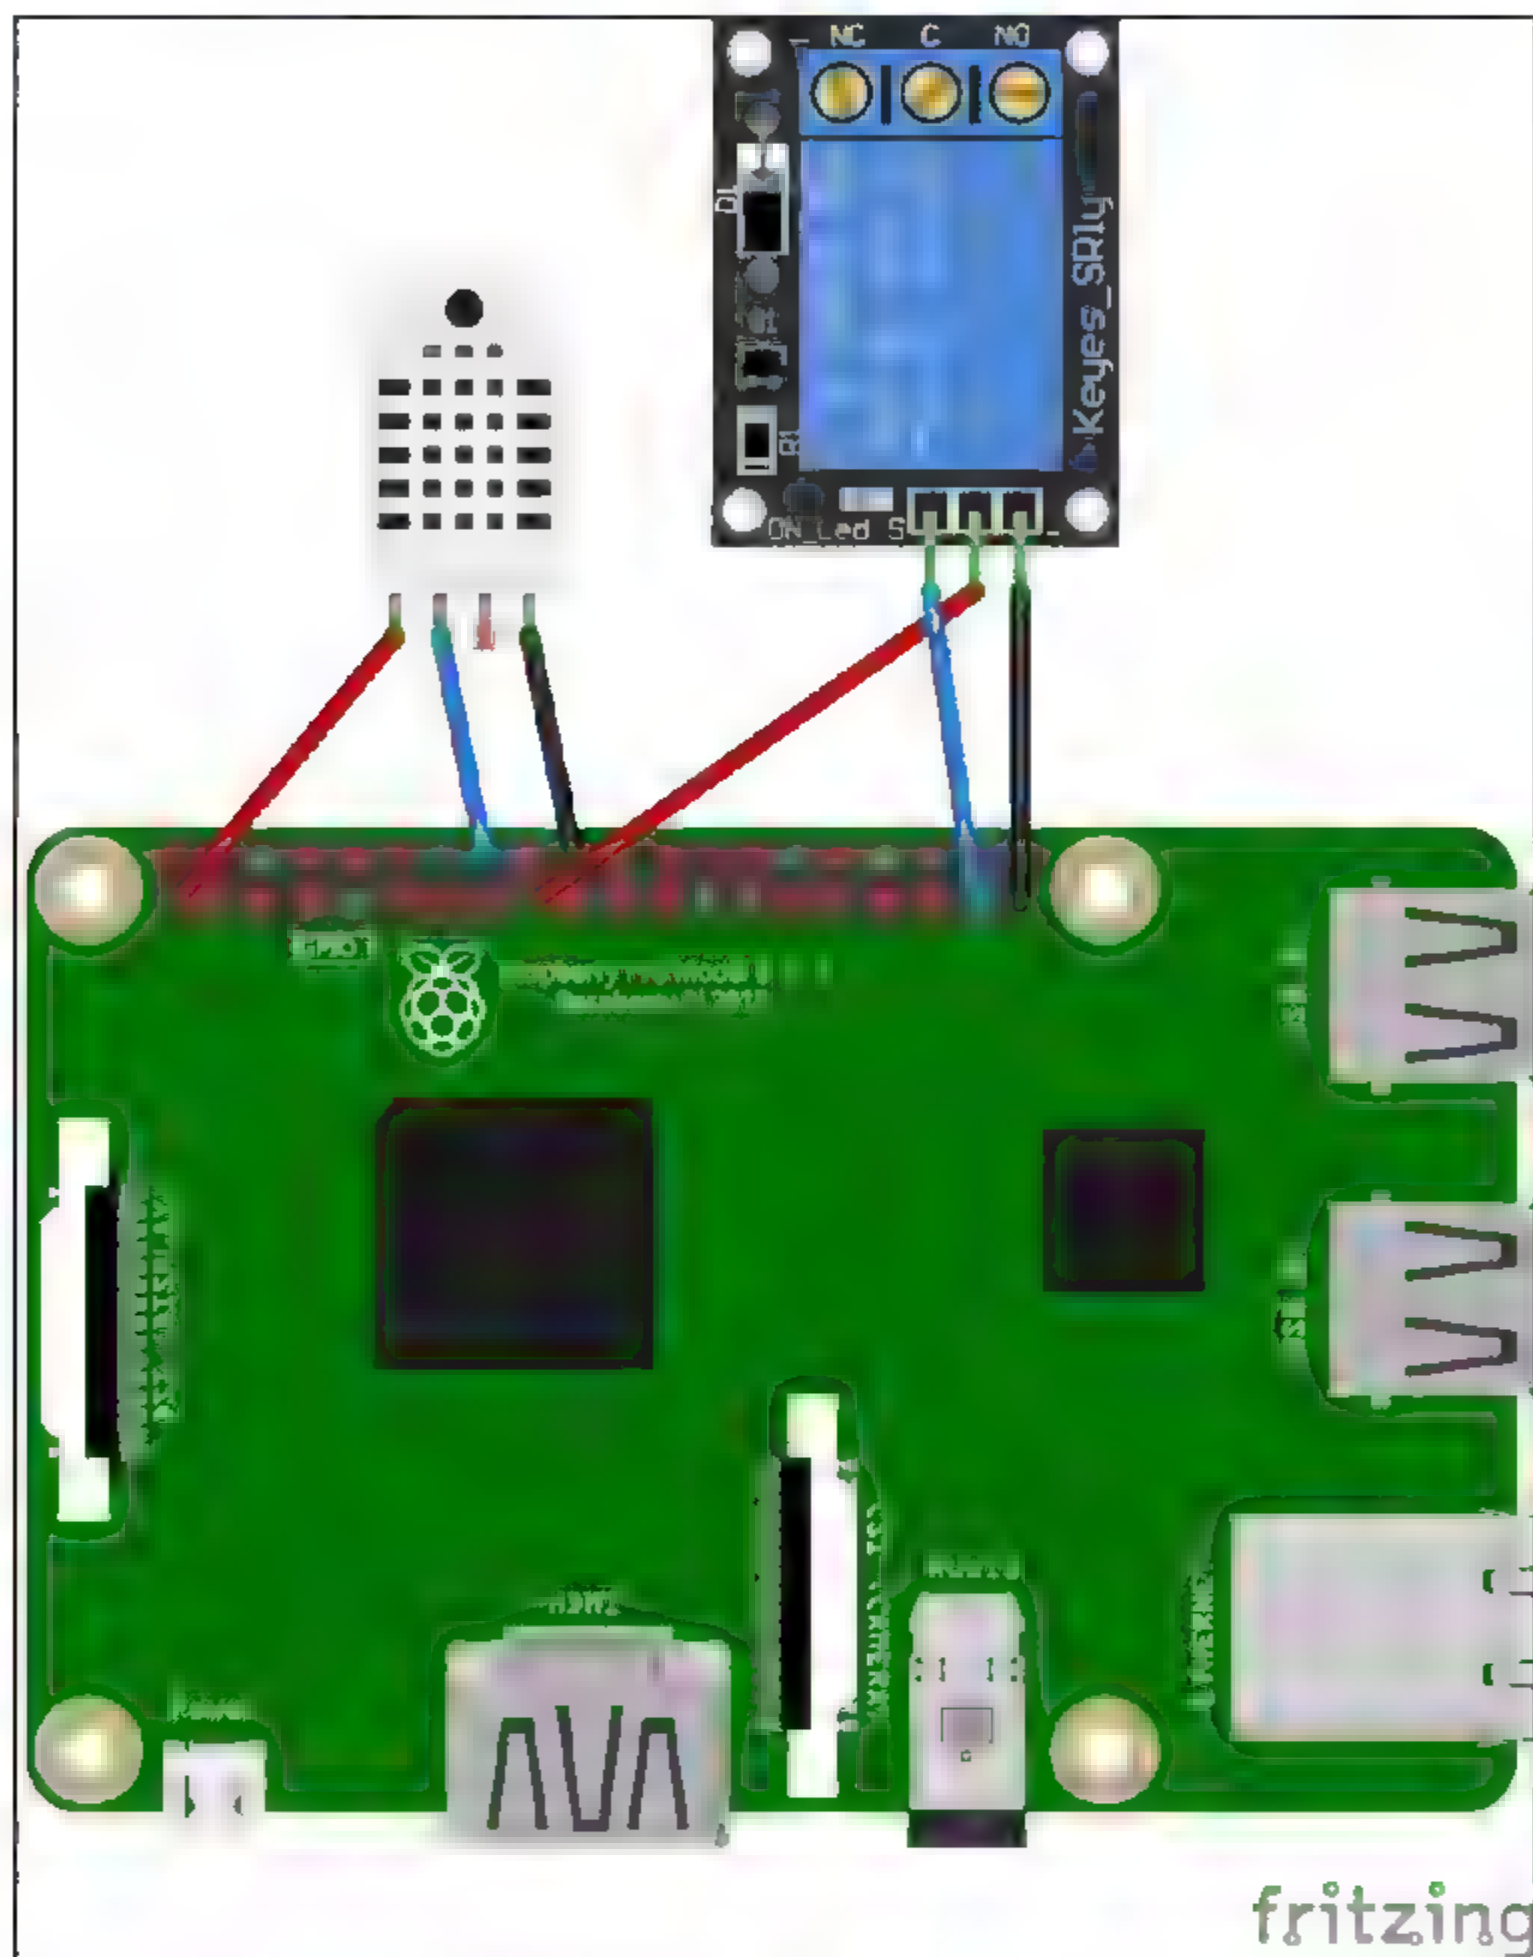

图 2-13
- 一个继电器信号连接至 Raspberry Pi 的 GPIO26（见 BCM 列）。完整的布线结构如图 2-13 所示。